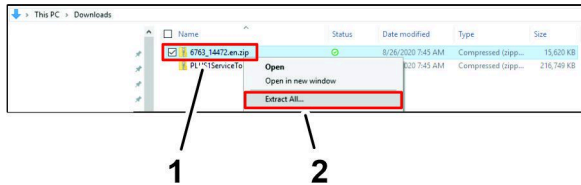

図 34
1. ラップトップコンピューターのダウンロードディレクトリを開き、6763_14472.en.zipリンクを右クリックし、ドロップダウンメニュー (図 34)の全て抽出.リンクをクリックする。